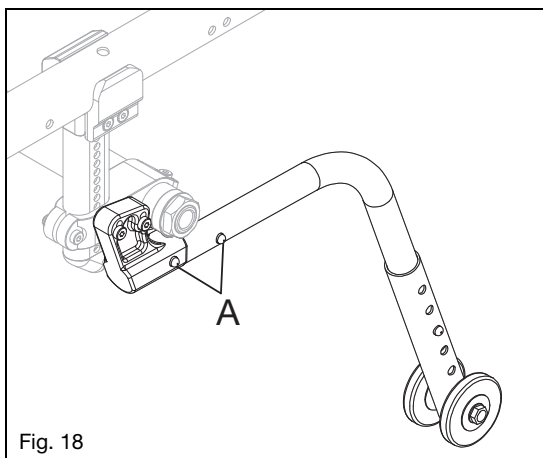

Fig. 18
Cómo instalar los antivuelco estándar (Fig. 18)
1. Empuje el pasador de liberación posterior de los antivuelco (Fig. 18:A) dentro del correspondiente tubo de tal manera que ambos pasadores queden dentro.
ADVERTENCIA: No levante la silla de ruedas usando la barra de liberación (Fig. 18:A). Levantar la silla de ruedas usando la barra de liberación puede ocasionar fallas en las piezas, lo que puede provocar una caída y lesiones graves o la muerte.